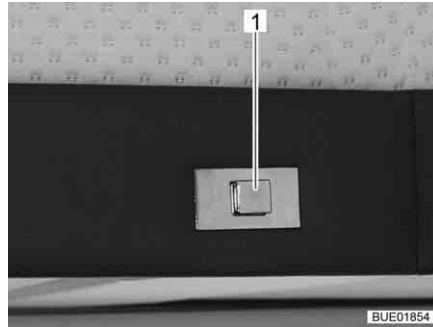
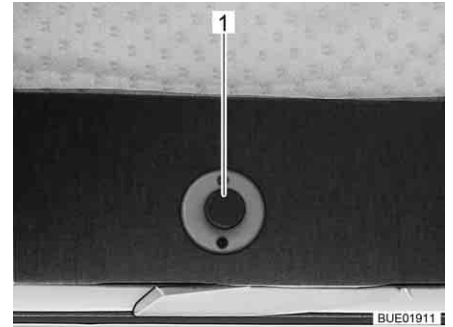

Bild 78 Entriegelungsknopf
Bild 79 Entriegelungsknopf (Alternative)
- Entriegelungsknopf (Bild 78,1 bzw. Bild 79,1) drücken und gedrückt halten.